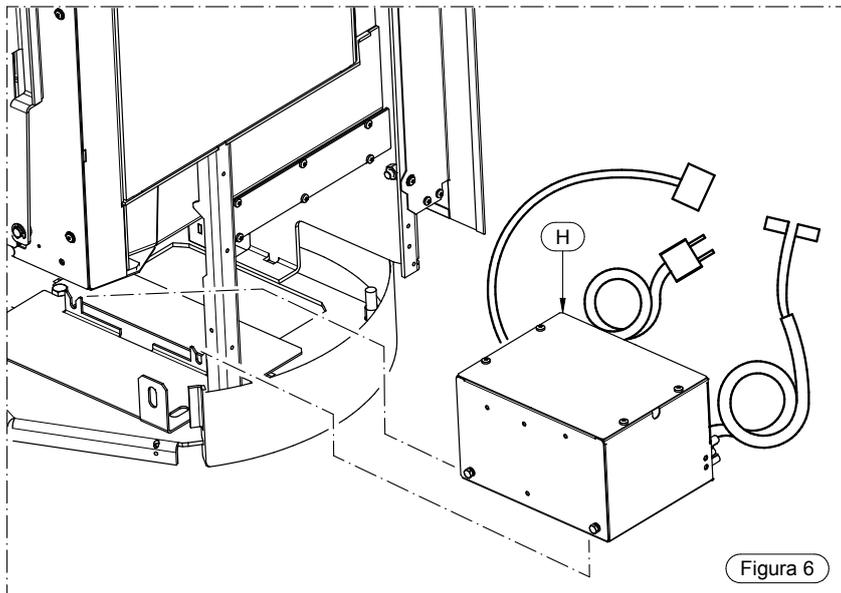

Figura 6
Infine procedere a collegare il termostato completo di cavo (C) e il cavo alimentazione (M) al corpo stufa seguendo quanto indicato nella Figura 6.
In seguito assemblare (vedi Figura 6) l'elemento (H) corpo stufa fissandolo poi saldamente al corpo le viti attraverso 2 viti precedentemente montate (viti AL nella Figura 2).